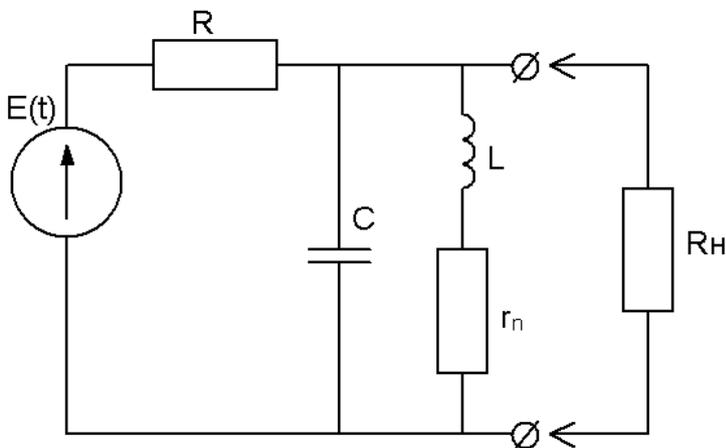

Рисунок 18 – Схема параллельного колебательного контура
1. Собрать схему (рисунок 18) параллельного колебательного контура, подключив L параллельно C . Последовательно с контуром включить резистор $R = 100$ кОм. К концу резистора подключить генератор синусоидального (sin) сигнала.